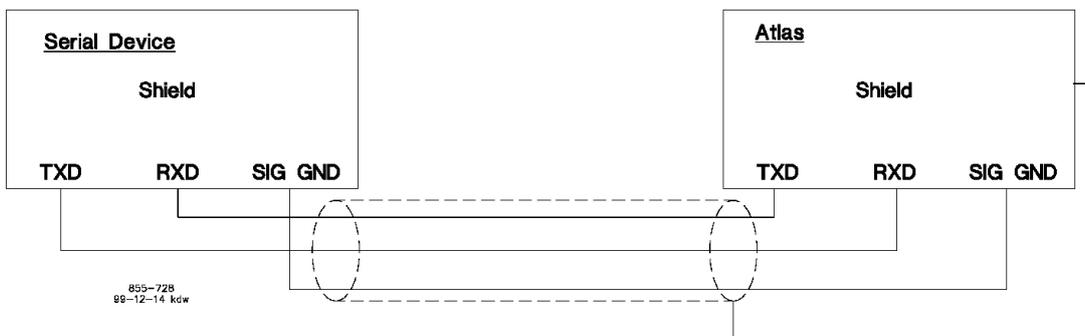

図 4-10. SmartCore ボードの RS-232 インタフェース(配線方法の1例)
- RS-232 配線に関しては、図 4-10 を参照してください。伝送データ (TXD)、受信データ (RXD) および信号接地 (SIG GND) は、図のとおり正しく接続する必要があります。さらに、シールド (SHLD) は、少なくとも 1ヶ所で接続する必要があります。